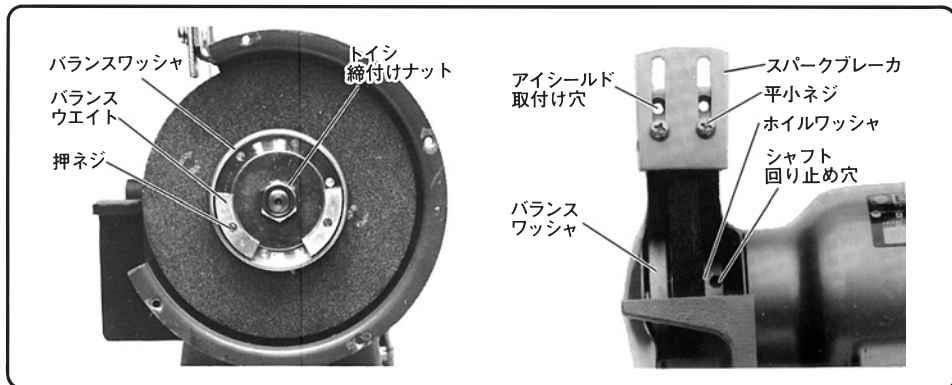

図 7 (GT15形, GT21形)
1. GT15形・GT21形の場合は、トイシの取付け、取りはずしは図7のようにホイルワッシャにシャフトの回り止め穴があいておりますから、この穴に棒を差し込んでシャフトの回るのを止め、トイシ締付けナットを回してください。
バランスワッシャ (図7, 8参照) にあるバランスウエイトを移動して調整を行います。バランスウエイトは押ネジをゆるめますと移動できますから次の要領で調整をしてください。